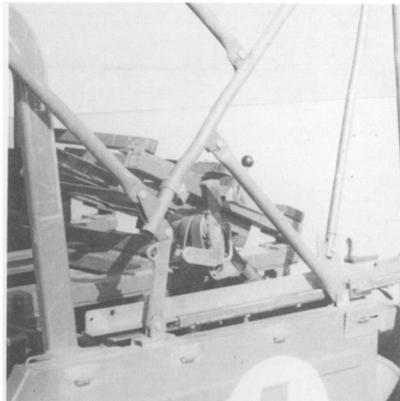

Bild 57
3. Bei Einsatz des LKW 0,5t tml gl mit EBS-SAN ohne Krankentragen (z.B. Fahrt zur Inst.) ist das TLG wie auf Bild 57 dargestellt zu sichern.